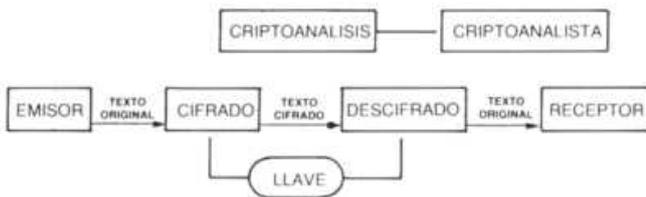

Fig. 2
**2. Por cifrado:** Este método ya utiliza un parámetro llamado llave o clave, el cual controla un proceso de transformación hecho sobre el texto original o el texto cifrado (Fig. 2).